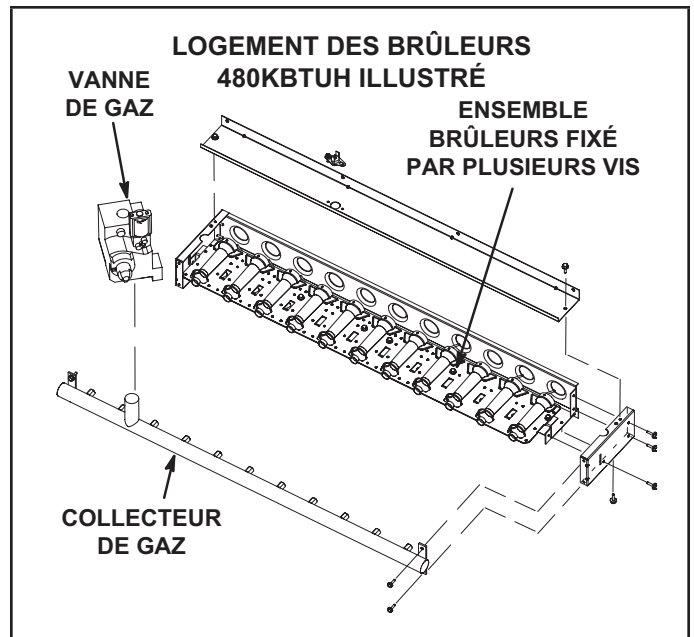

FIGURE 44
- 3 - Retirer les vis qui fixent l'ensemble brûleurs au support des brûleurs et retirer l'ensemble. Voir FIGURE 44. Les nettoyer au besoin.